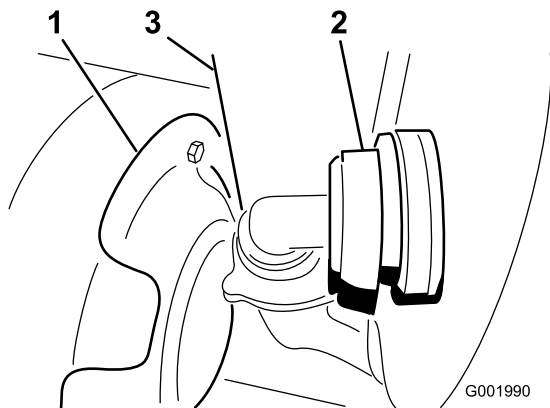

図 58
3. タンクの前壁の下にあるホースを外す(図 58)。
7. タンク前面下のホースを接続する(図 58)。
注 防熱シールド(図 58)を押しのけないとカバーが取り外せない場合があります。